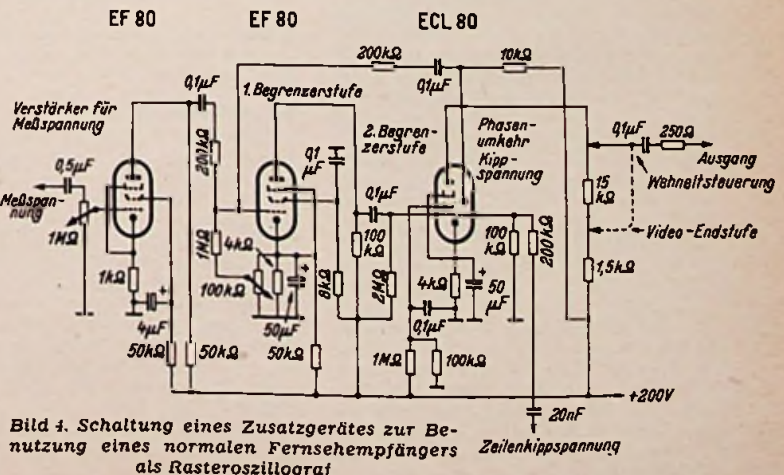

Bild 4. Schaltung eines Zusatzgerätes zur Benutzung eines normalen Fernsehempfängers als Rasteroszillograf
K_1 und K_2 hängen vom Verhältnis L_2/L_1 ab. Bild 4 zeigt die Kurven für K_1, K_2 und das Verhältnis K_2/K_1 in Abhängigkeit von L_2/L_1 . Die Berechnung eines Multibandkreises geht nun so vor sich:
Da K_2 kein ganzes Vielfaches von K_1 sein soll, wählt man K_2/K_1 etwa 3,5 (oder auch 0,8). Aus Bild 4 liest man nun K_1, K_2 und L_2/L_1 ab. Bekannt sind die niedrigste Frequenz f_{rn} und die höchste Frequenz f_{rh} (z. B. 3,5 und 30 MHz), gesucht sind L_1 und L_2 sowie das Kapazitätsverhältnis C_{\max}/C_{\min} des Drehkondensators. — Da K_1 und K_2 bekannt sind, lassen sich nach (1) f_{01} und f_{02} berechnen. Mit dem Drehkondensator muß aber von f_{01} bis f_{02} abgestimmt werden können, woraus sich C_{\max}/C_{\min} berechnen läßt
Bei C_{\max} bzw. C_{\min} sind natürlich die Röhren- und Schaltkapazitäten zu berücksichtigen. Da diese hauptsächlich beim Parallelkreis eingehen, sind in der Praxis die Kapazitäten nicht genau gleich. Falls notwendig, kann man zu dem C des Serienkreises eine kleine Festkapazität parallel-schalten (jedoch nicht unbedingt erforderlich). C_{\max} ist im allgemeinen gegeben, so daß aus $f_{rn} = K_1 f_{01}$ nach Bestimmung von f_{01} der Wert L_2 nach der Thomsonschen Schwingungsformel ausgerechnet werden kann, denn definitionsgemäß ist f_0 die Resonanzfrequenz des Kreises L_2C . Da andererseits aus Bild 4 das Verhältnis L_2/L_1 abgelesen werden kann, läßt sich nun auch L_1 ausrechnen.
Aus Bild 4 wird abgelesen $K_1 = 0,68$ und $K_2 = 2,3$. Es ist nun zunächst
Da nach Bild 4 $L_2/L_1 = 2,485$ wird $L_1 = 2,8 \mu\text{H}$. Zwischen $K_1 f_{02} = 9,2 \text{ MHz}$ und $K_2 f_{01} = 11,3 \text{ MHz}$ ist eine Lücke, in der aber kein Amateurband liegt.
Rechts: Bild 4. Die Faktoren $K_1, K_2, K_2/K_1$ in Abhängigkeit von L_2/L_1 bei gleichen C-Werten
Bild 4 enthält in Gestalt kleiner Kreise die der Tabelle gemäß eingetragenen Meßwerte. Die Kennlinie, die sich als Verbindung der Meßpunkte ergibt und den zeitlichen Spannungsverlauf lückenlos darstellen soll, ist für unser Beispiel in Bild 5 zu sehen.
Zum Darstellen einer Wechselspannung reicht die in Bild 4 benutzte Achsenanordnung nicht aus. In ihr fehlt zunächst zum Auftragen der negativen Spannungswerte jede Möglichkeit. Diese muß nun geschaffen werden.